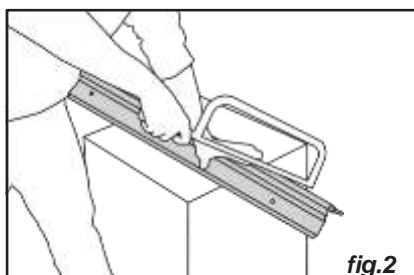

fig.2
- Cortar o núcleo de alumínio à medida utilizando uma serra circular ou uma serra de arco (fig. 2).